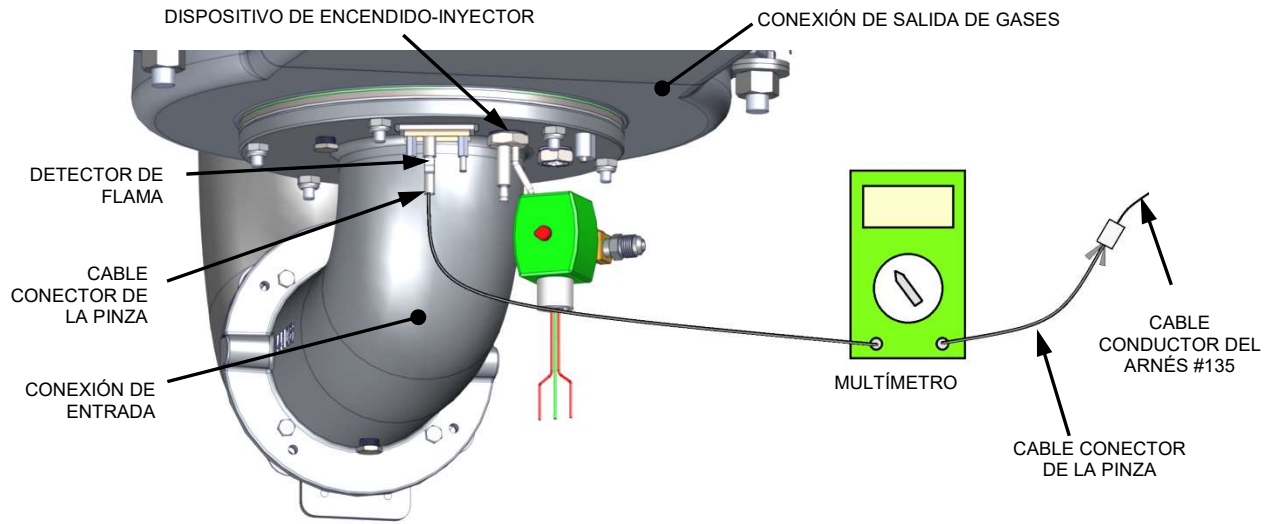

Figura 4-3: Configuración de la potencia de flama usando multímetro
Durante la Calibración de Combustión, la potencia de flama que generó el detector de flama se mide usando un multímetro configurado en una escala de μA . El detector de flama se monta en la brida de conexión de entrada, como se muestra en la Figura 4-3.
1. Consulte la Figura 4-3 y retire el panel lateral derecho de la unidad para tener acceso al detector de flama.
2. Desconecte el cable conductor del detector de flama #135 del detector y conecte el multímetro en la serie con el cable conductor usando pinzas de conexión, como se muestra en la Figura 4-3.